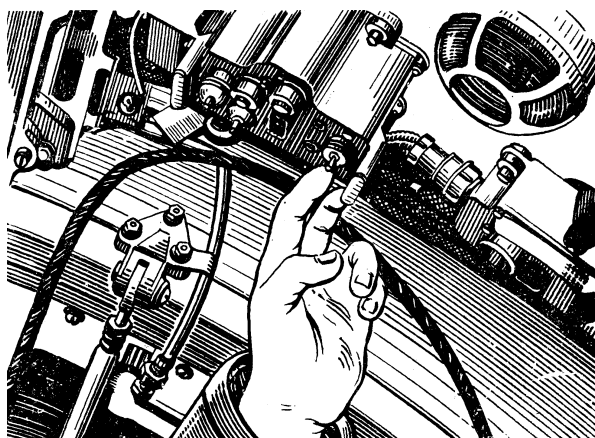

Рис. 62. Ввімкнення обігріву скла захисного ковпака прицілу БПК-1-42
- ввімкнути обігрів захисного скла броньованого ковпака прицілу (при роботі взимку), для цього лівою рукою перевести вимикач «ОБОГРЕВ СТЕКЛА» на коробці КР-60 у положення «ВКЛ.» (рис. 62), при цьому обігрів окуляра прицілу вмикається автоматично;